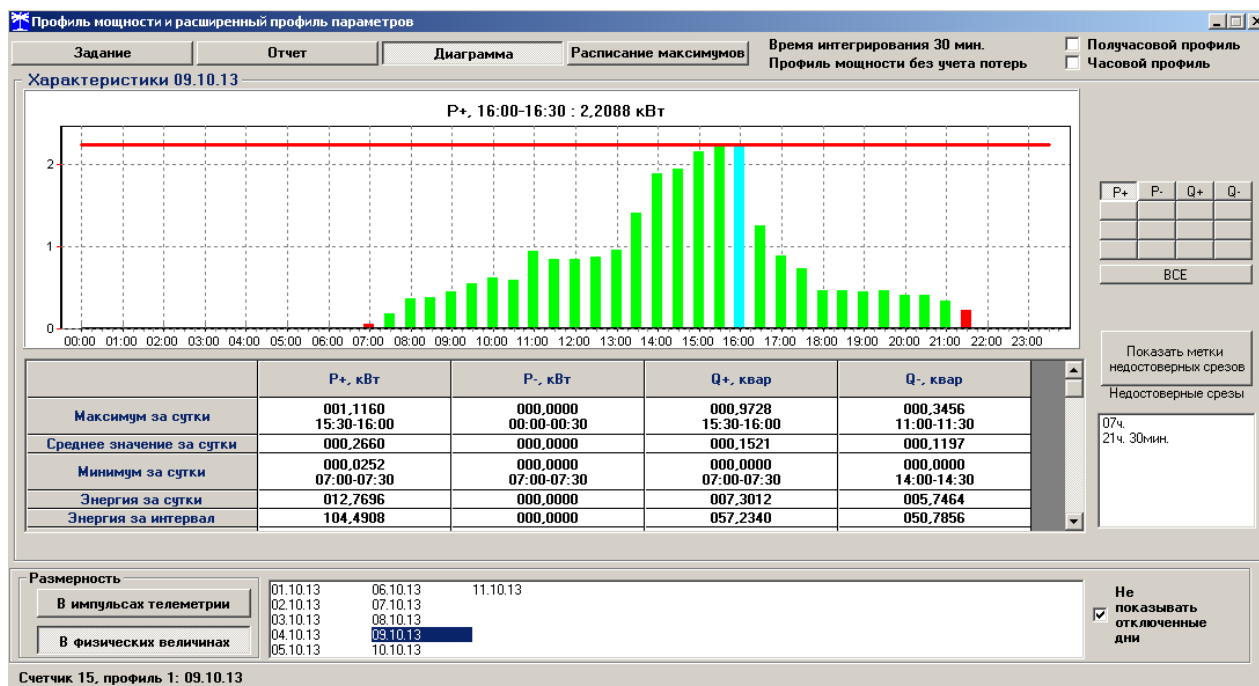

Рисунок 19 – Форма «Профиль мощности и расширенный профиль параметров» вкладка «Диаграмма»
14.11 При чтении профиля за несколько суток (за интервал) в строке формы «Энергия за интервал» отображается энергия, учтенная на этом интервале (рисунок 19), а в строке «Энергия за сутки» отображается учтенная энергия за сутки, выбранные в нижнем окне формы.